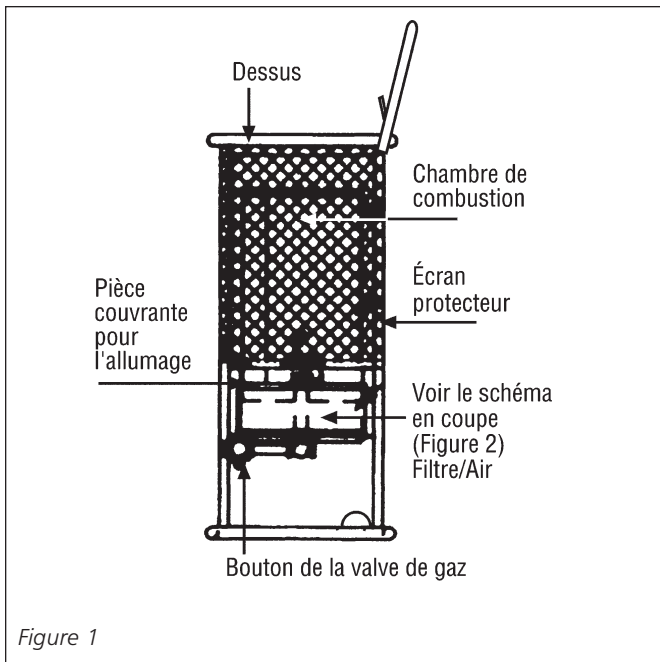

Figure 1
- 3 Appuyez sur le bouton. Faites tourner le bouton de la valve de gaz en sens horaire jusqu'à la position « OFF ». Voir les figures 1 et 2 pour connaître l'emplacement des pièces de l'appareil.
- 6b Pour allumer la veilleuse, déplacez le couvercle du trou d'allumage (voir figure 1) et placez une allumette allumée dans le trou. Appuyez sur le bouton de la valve de gaz et maintenez-le enfoncé pendant l'allumage tout en observant le bouton de la veilleuse. Assurez-vous que l'allumette allume le brûleur. Laissez la veilleuse brûler pendant environ 30 secondes avant de relâcher le bouton de la valve de gaz. Si la veilleuse ne reste pas allumée, répétez la démarche d'allumage et attendez un peu plus longtemps avant de relâcher le bouton de la valve de gaz.
7. Faites tourner le bouton de la valve de gaz en sens anti-horaire jusqu'à la position « ON » (voir figure 1). Le brûleur s'allumera. Le bouton de tour dans le sens des aiguilles d'une montre jusqu'à l'arrêt pour la position de feu basse.